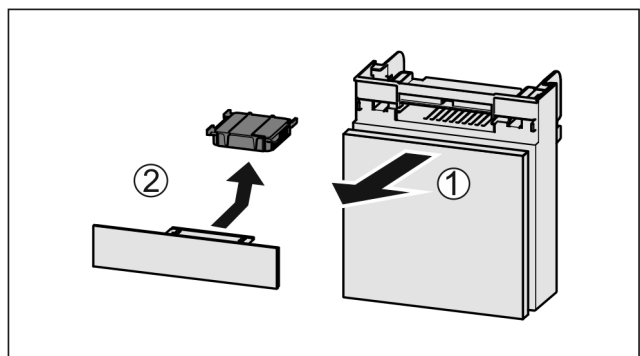

Fig. 89
- ▶ Fach nach vorne herausziehen Fig. 89 (1).
- ▶ Aktivkohlefilter entnehmen Fig. 89 (2).